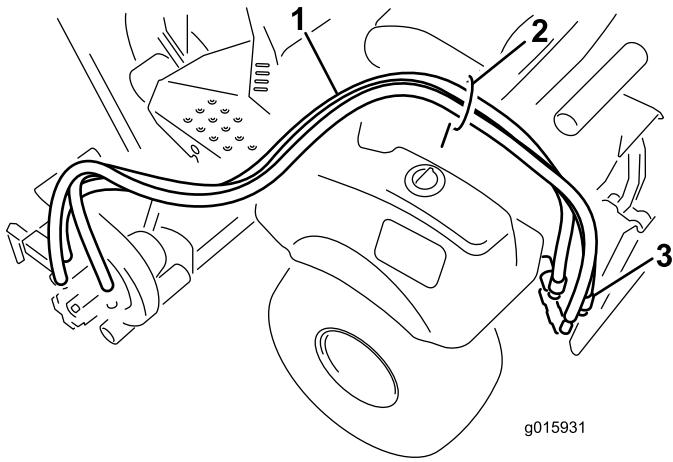

Figure 7
- Faites passer les flexibles hydrauliques dans le guide-flexible et à l'arrière de la machine (Figure 7).
- 2. Branchez les flexibles aux raccords à distance arrière (Figure 7).